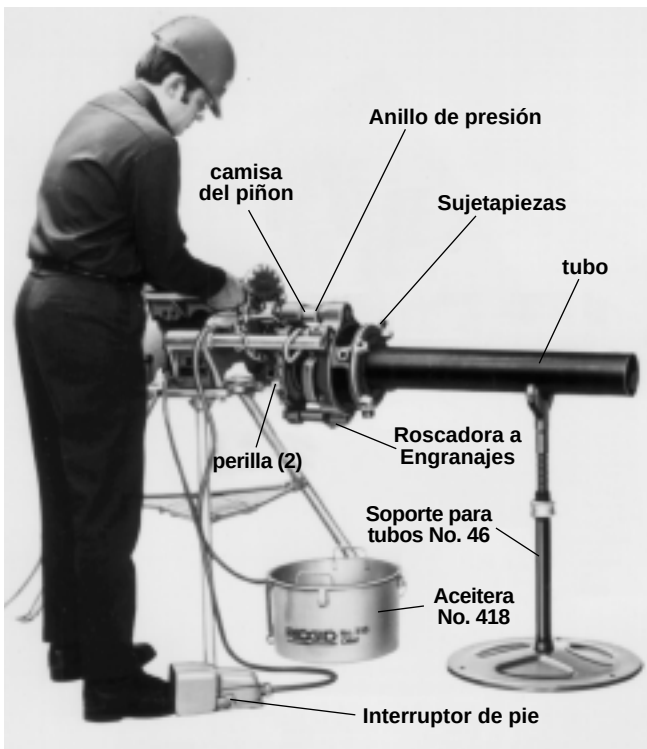

Figura 21 – Roscado de tubos con la Roscadora a Engranajes No. 141 (método de acoplamiento cercano) (la No. 161 es similar)
6. Sostenga el tubo con un soporte para tubos (Figura 21). Sitúe el soporte a unos 2½ pies de la roscadora.
9. Sitúe la Aceitera No. 418 directamente debajo de la roscadora (Figura 21).